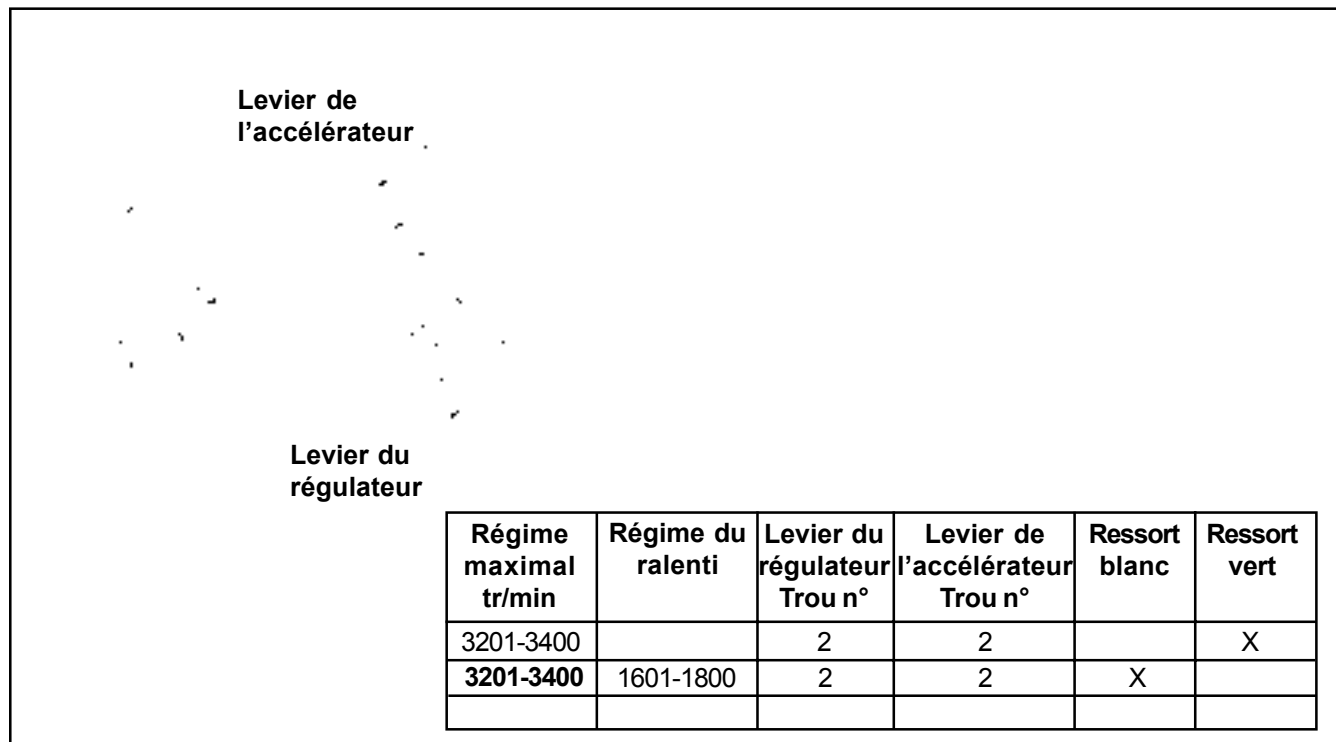

Figure 5-23. Tableau d'emplacement du ressort du régulateur.
1. Vérifier que l'installation et le ressort du régulateur correspondent à la plage de fonctionnement du régime maximal souhaité. Se référer à la Figure 5-23.
Le réglage du régime maximal souhaité (tr/min) détermine la position du ressort du régulateur dans le levier du régulateur et le levier de l'accélérateur ainsi que le ressort utilisé. Voir la Figure 5-23.